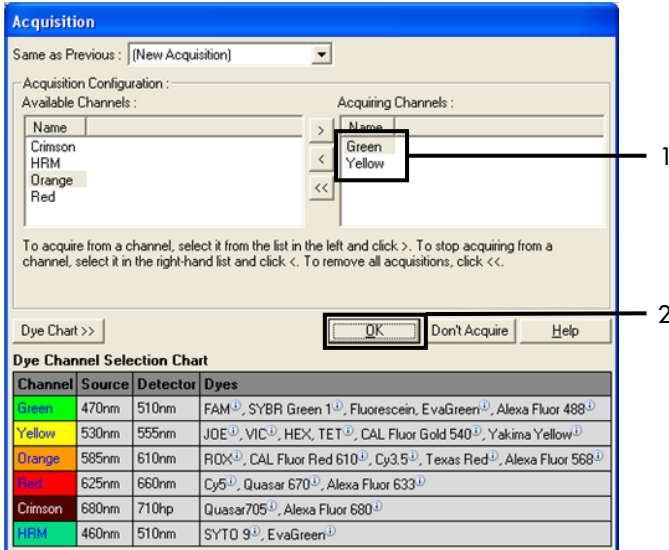

Figure 27. Acquisition à l'étape de cycle à 60 °C. 1 = canaux sélectionnés, 2 = bouton « OK ».
10. Sélectionner Green et Yellow comme canaux d'acquisition. Cliquer sur > afin de transférer ces canaux de la liste « Available Channels » (Canaux disponibles) vers la section Acquiring Channels (Canaux d'acquisition). Cliquer sur OK (figure 27).